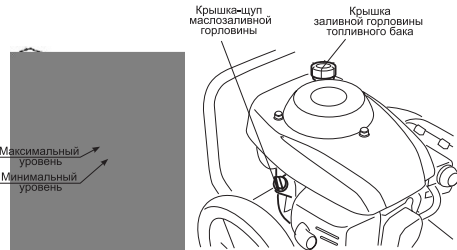

Рис. 4
2. Выкрутите крышку/щуп маслосливной горловины (Рис.4).